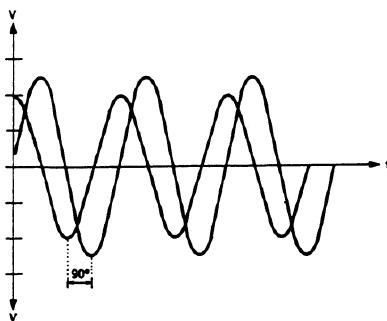

Fig.4
5. Am Oszilloskop müssen nun sinusförmige Signale (V-out) sichtbar sein (siehe Bild 4) die nach ca. 2 s symmetrisch um die O-Achse liegen und  $90^\circ$  phasenverschoben sind. Die Amplituden dieser Signale dürfen zuhöchst ein Verhältnis von 1 : 2 aufweisen.